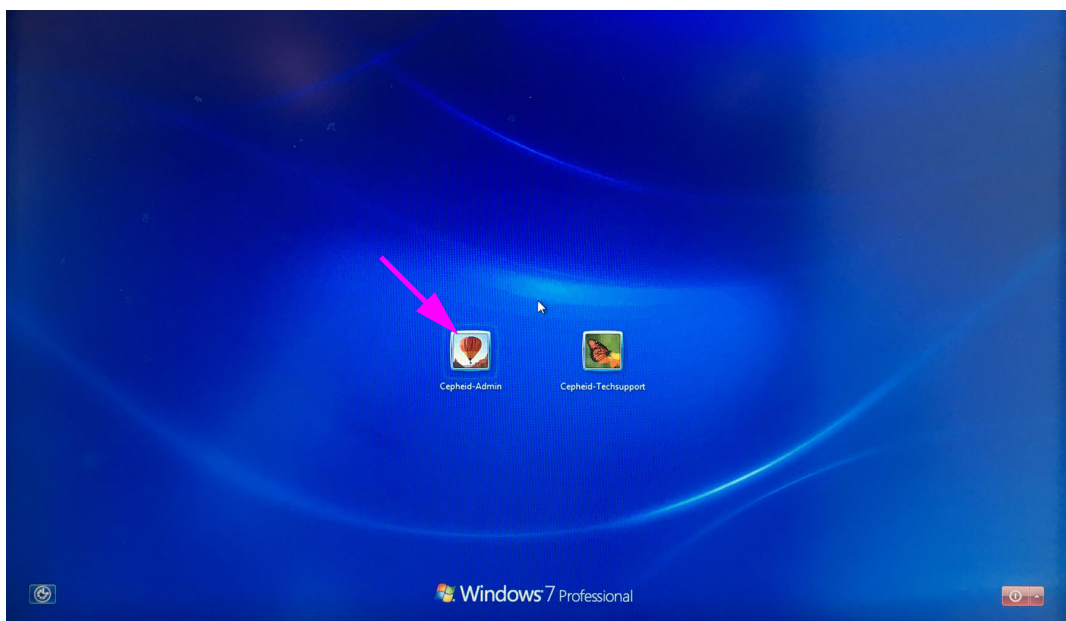
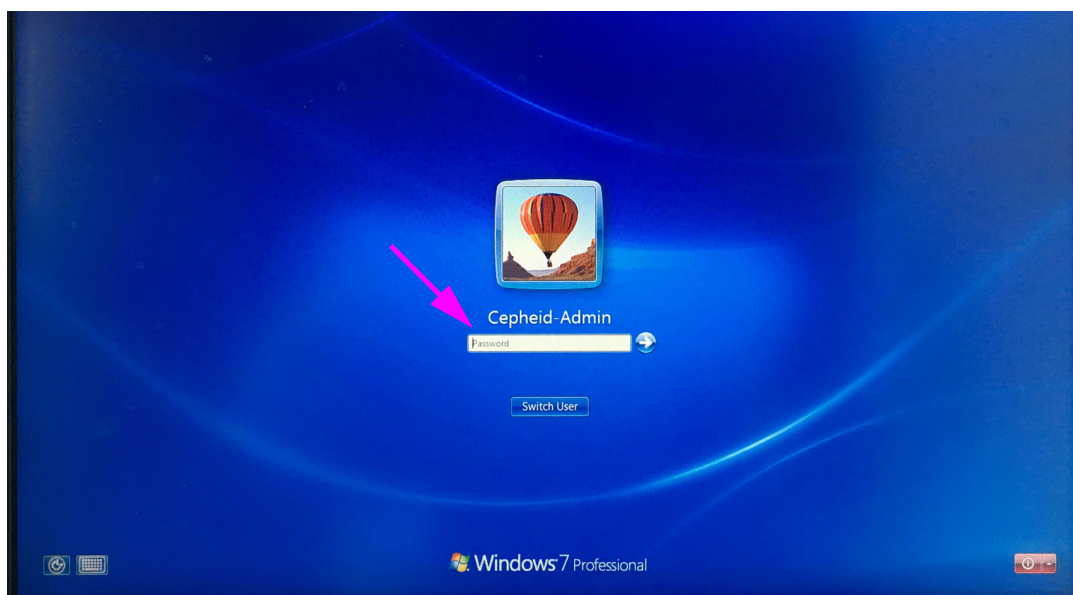

图 5-3. Windows 7 帐户屏幕
图 5-4. Windows 7 密码屏幕
1. 在 Windows 7 上，开机后将显示 Windows 帐户屏幕。请参见图 5-3。
Cepheid-Admin 帐户适用于所有客户任务，如运行测试、系统配置和软件更新。而 **Cepheid-Techsupport** 帐户仅供 Cepheid Technical Support 使用，如 图 5-3 中所示。
2. 在 Windows 7 帐户屏幕上，选择 **Cepheid-Admin** 用户帐户（请参见图 5-3）。出现 Windows 密码屏幕。请参见图 5-4。
3. 在 Windows 7 密码屏幕（请参见图 5-4）上，输入系统管理员分配的密码。显示 Windows 7 桌面屏幕。